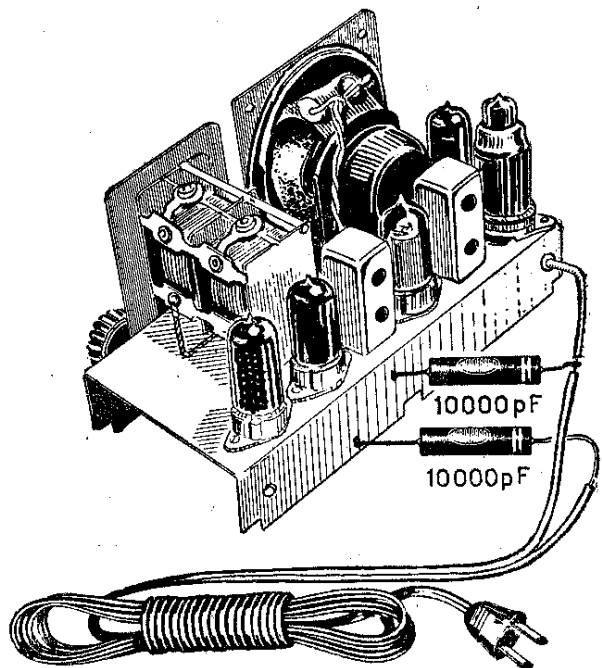

Fig. 54
**118** Manca il condensatore di fuga tra un capo della rete di alimentazione e il telaio metallico del ricevitore. Questo condensatore è del tipo carta con capacità di circa 10.000 pF (fig. 54). E' buona norma inserire due condensatori, uno per ogni capo rete.